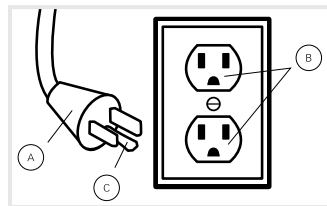
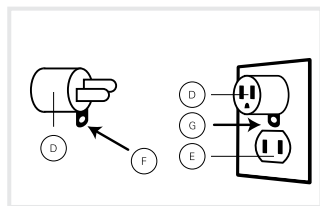

Fig. 1
Fig. 2
ADVERTENCIA: La conexión incorrecta del conductor de puesta a tierra del equipo puede generar riesgo de descarga eléctrica. Consulte con un electricista o técnico cualificado si tiene dudas sobre la puesta a tierra correcta del tomacorriente. No modifique el enchufe incluido en el aparato: si no encaja en el tomacorriente, solicite la instalación de un tomacorriente correspondiente a un electricista cualificado. Este aparato tiene como n su uso en un circuito de 120 voltios nominales y cuenta con un enchufe de puesta a tierra que se parece al enchufe (A) de la Fig. 1. Para conectar este enchufe a un receptáculo de 2 polos (E), en caso de que no haya un tomacorriente correctamente puesto a tierra (Fig. 2), puede utilizarse un adaptador temporal (D). Dicho adaptador debe utilizarse solo hasta que un electricista cualificado instale el correspondiente tomacorriente puesto a tierra (B) (Fig. 1). La oreja rígida de color verde, terminal, o similar (F) que se extiende del adaptador debe conectarse a un conector a tierra jo (G), tal como la cubierta de una caja de conexiones debidamente puesta a tierra (Fig. 2). Toda vez que utilice el adaptador, deberá ser sostenido en su lugar con un tornillo de metal. Nota: En Canadá, el Código Eléctrico Canadiense no permite el uso de un adaptador temporal.